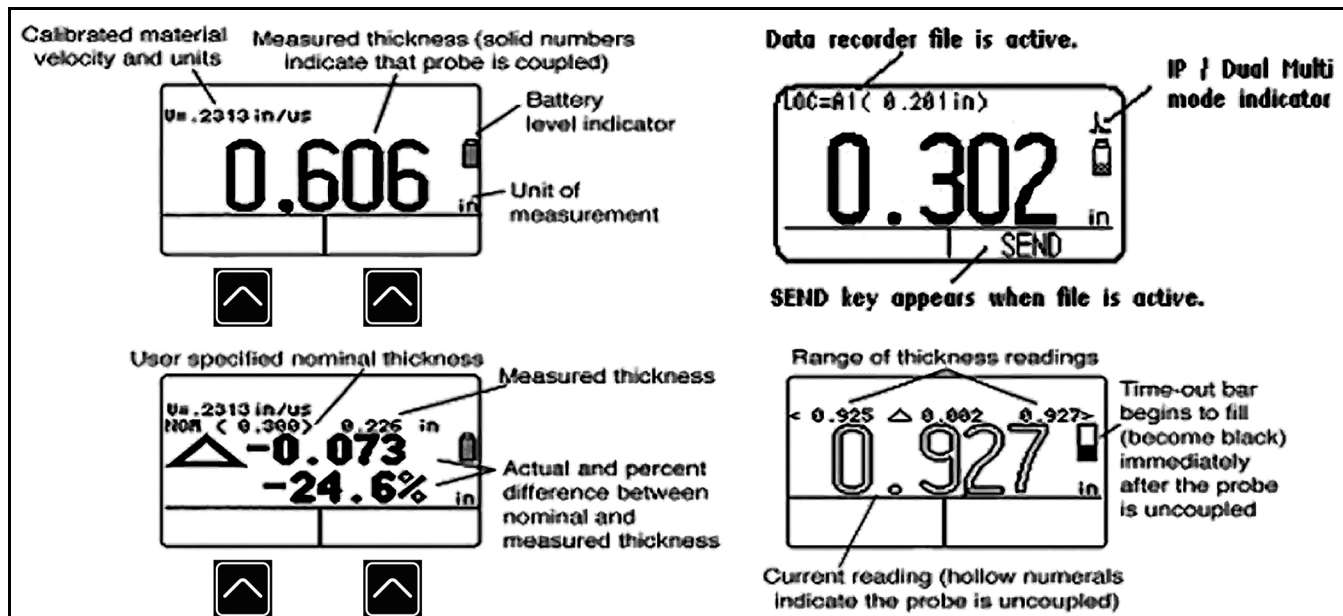

图3: 测量显示模式
- **测量值显示模式** - 指示测得的厚度，包含状态图标，显示数据记录文件位置和文件名（如果已安装并起动了该选件）。图 3，位于页码 10 显示了四个具有代表性的显示屏。该显示区域的外观根据安装的仪器选件和仪器的显示设置而发生变化。如果安装了 Dual Multi 或 Data Recorder（数据记录）选件，还可提供额外的测量视图模式。